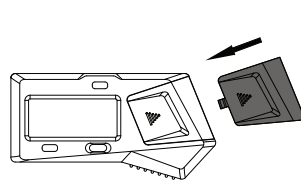

Abb.3
- Einsetzen der Batterieabdeckung (Abb.3)